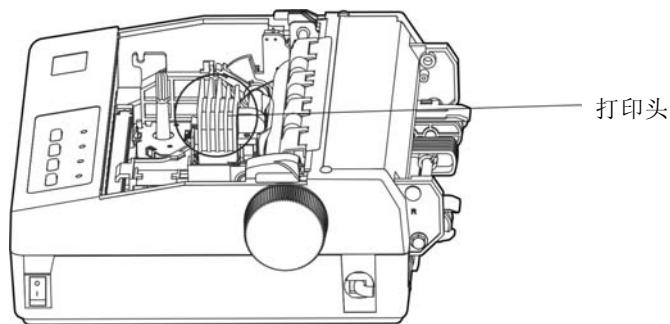

图 1-5 将打印头移至中间
- 卸下防尘盖，将打印头移至中间位置（如图 1-5 所示）。